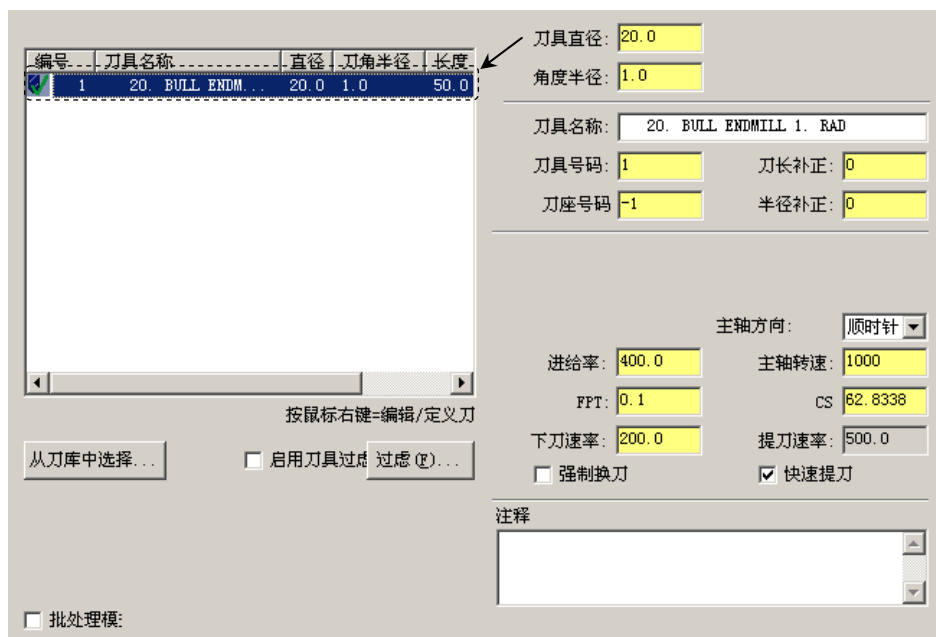

图 15.12 “选择刀具”对话框
Step4. 选择刀具。在“2D 刀具路径—外形铣削”对话框的左侧节点列表中，单击 **刀具** 节点，选择图 15.12 所示的刀具。